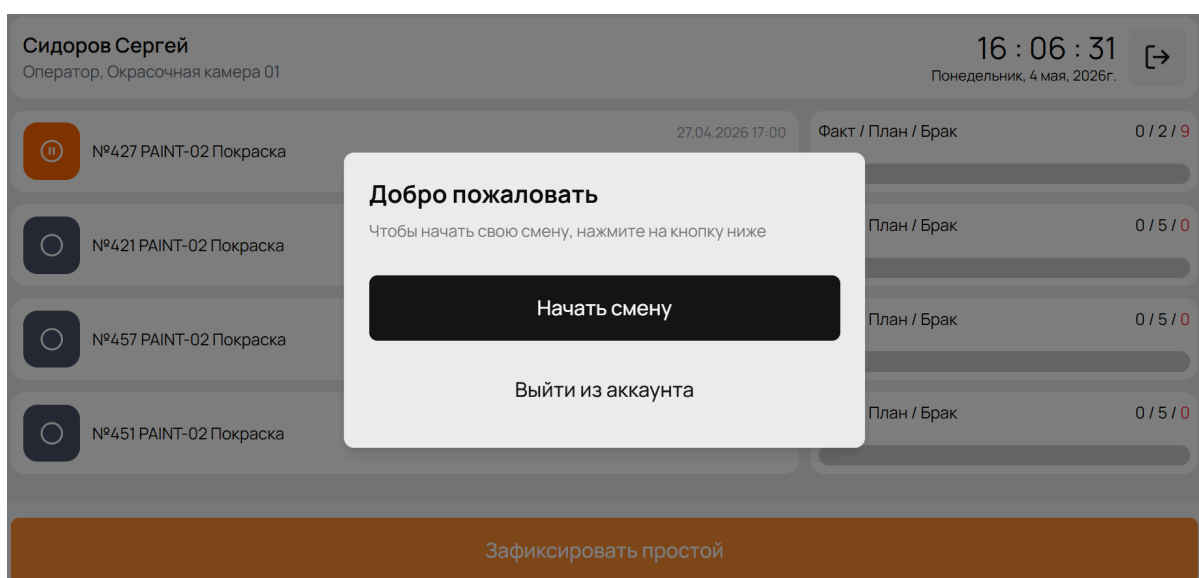

Рисунок 4 - Начать смену
- Нажмите кнопку «Начать смену» (Рисунок 4). Система зафиксирует дату и время старта.
- Смена привязывается к текущему рабочему месту (PM).